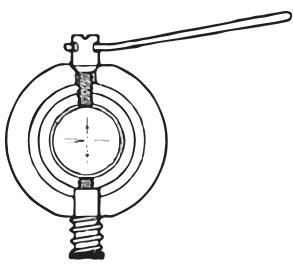

Рисунок 11
Снимите защитный колпачок окуляра (12). Поворачивайте юстировочный винт с помощью шпильки (рис. 11) до тех пор, пока значения $b2'$ и $b2$ не станут одинаковыми. Снова наденьте защитный колпачок окуляра.